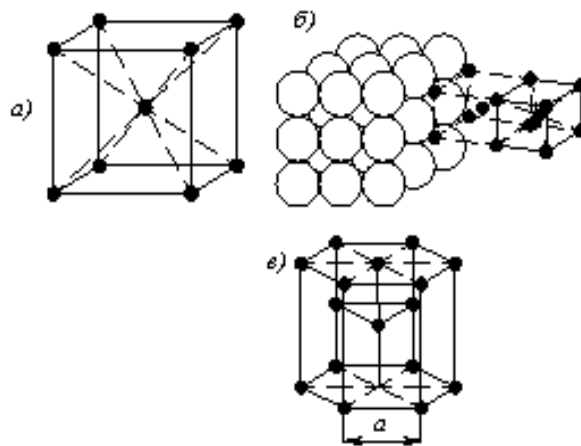

Рисунок 1. Схема определения координационного числа кристаллической решётки: а – ГЦК; б – ОЦК; в – ГПУ
3. координационное число K - число ближайших соседей данного атома: для решётки ОЦК это число равно 8, т.е. атомы, находящиеся в вершине, принадлежат восьми элементарным ячейкам (рис. 1.а), для решётки ГЦК это число равно 12, т.е. атомы, находящиеся в вершине, принадлежат двенадцати элементарным ячейкам (рис. 1.б).